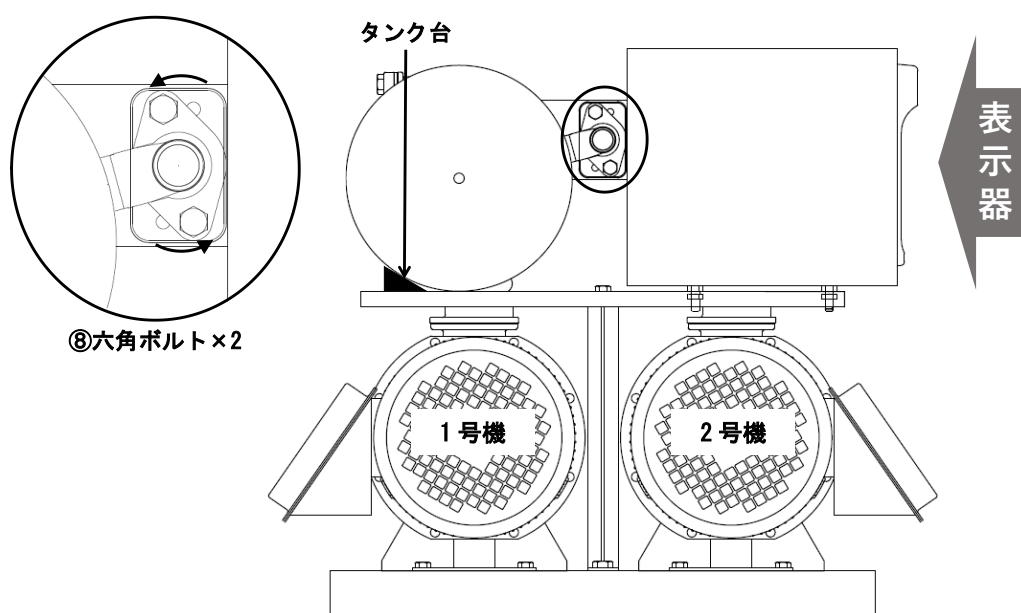

図9 制御盤右向きの場合
- ⑦ 制御盤を図9のように右向きに取り付けます。②で取り外したナットで再度固定します。
- ⑧ 取り外した圧力タンク一式を工場出荷時から180度回し(反対側に)取り付け、①で取り外したボルトで再度固定します。※フランジ固定用のねじ穴が工場出荷時と異なります。